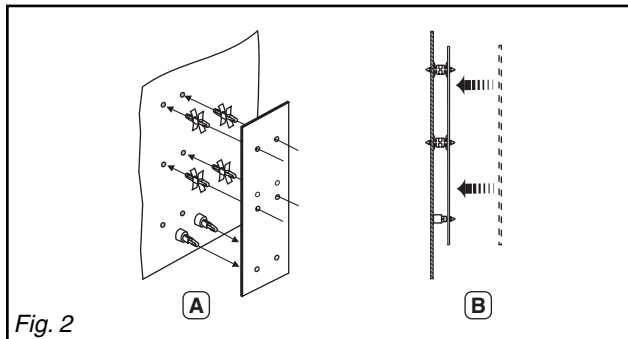

Fig. 2
3.2 Montage des cartes (fig. 2)
- 1 - Encliquer les supports de fixation (fournies avec la carte) dans les trous prévus à cet effet (A).
- 2 - Mettre la carte en place (B).